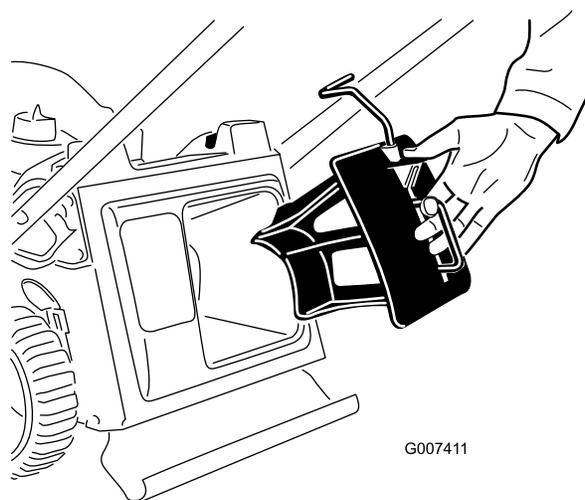

Figura 10
1. Qualora non sia già montato in sede, inserite il tappo mulching nella macchina (Figura 10).